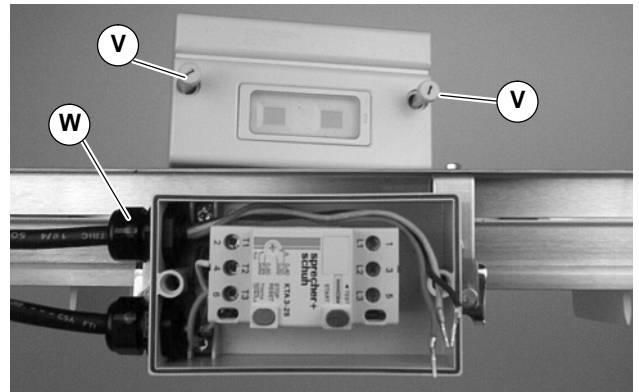

Abbildung 14
1. Schrauben der Abdeckung (V siehe Abbildung 14) lösen und Abdeckung abnehmen.
- Die Starter-Abdeckung wieder anbringen, und die Schrauben fest anziehen (V siehe Abbildung 14).